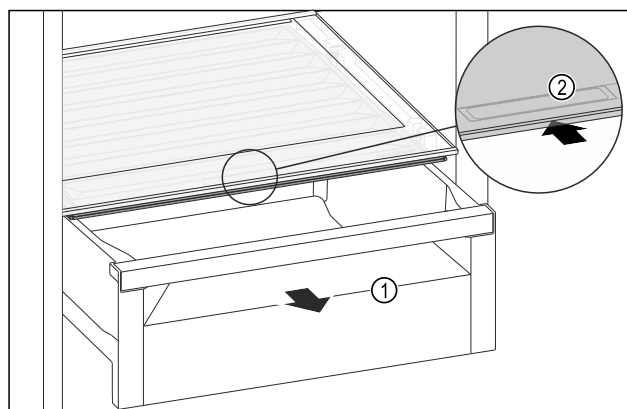

Fig. 172
- ▶ 拉出抽屉 Fig. 172 (1)。
- ▶ 抓住抽屉盖上的内嵌式拉手 Fig. 172 (2)，并同时向后推入抽屉盖。